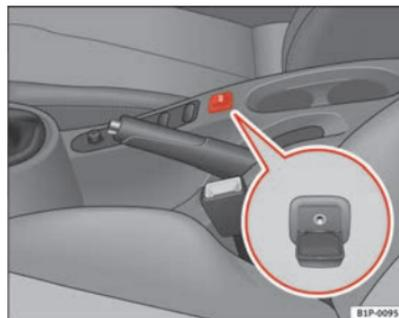

Fig. 102 Conector para la entrada auxiliar de audio
- Levante la tapa AUX ⇒ fig. 102.